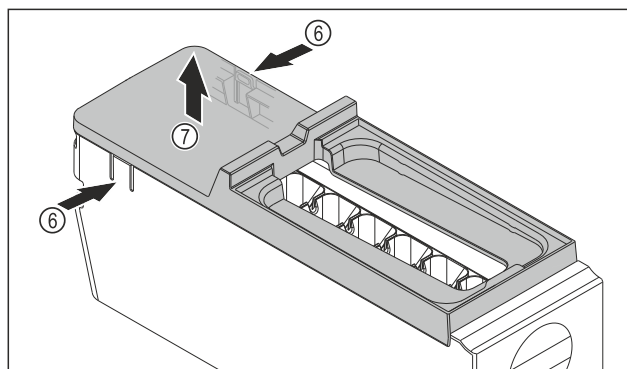

Fig. 142
- Afdekking van de EasyTwist-Ice-corpus wegnemen: Strips Fig. 142 (6) aan beide zijden van de EasyTwist-Ice-corpus met een hand indrukken.
- Afdekking Fig. 142 (7) met de andere hand van bovenaf wegnemen.